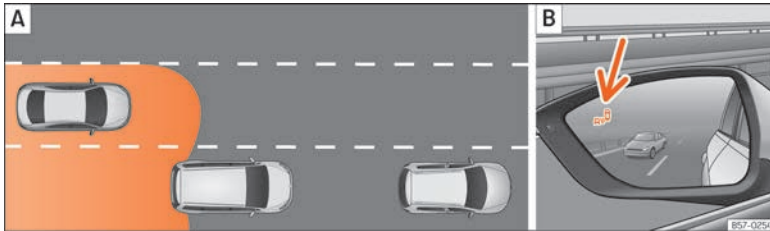

Abb. 275 Schematische Darstellung: **A** Überholvorgang mit Verkehr im hinteren Bereich. **B** Anzeige des Blind-Spot-Assistenten im Außenspiegel links.
Die Radarsensoren befinden sich links und rechts am hinteren Stoßfänger und sind von außen nicht sichtbar »» **Abb. 274**. Die Sensoren erfassen den Bereich des toten Winkels, sowie den hinter dem Fahrzeug erzeugten Verkehr »» **Abb. 275**, »» **Abb. 276**. Die Seitenbereiche umfassen etwas über eine Fahrbahnbreite.
In nachfolgenden Situation wird die Anzeige im Außenspiegel »» **Abb. 275 B** [Pfeil] oder »» **Abb. 276 B** [Pfeil] dargestellt:
- Bei einer Überholung durch ein anderes Fahrzeug »» **Abb. 275 A**.